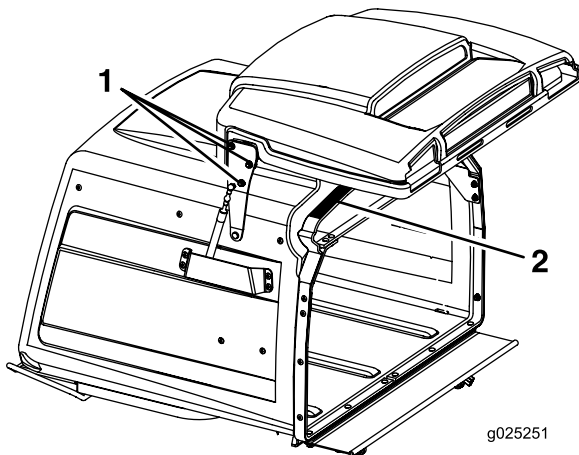

Bild 68
3. Lösen Sie die sechs Muttern am Klappenscharnier (**Bild 68**).
4. Öffnen Sie die Klappe und legen einen Gummistreifen ($\frac{3}{8}$ ") oder Schlauch ($\frac{3}{8}$ ") zwischen die Fangbox und die Fangboxklappe (**Bild 68**).